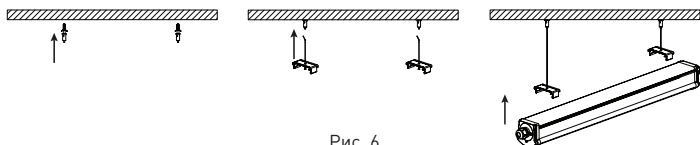

Рис. 6
6.8.5 Монтаж светильника на подвесах (рисунок 6) производится при помощи монтажных скоб, входящих в комплект изделия, и тросов (тросы в комплект не входят).